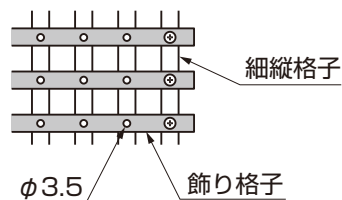

図16-3
- ①吊引戸に飾り格子をあてがい、下穴にあわせて細縦格子にφ3.5の穴をあけてください。
- ②飾り格子を【6-1】で細縦格子に仮固定してください。
- ③飾り格子と細縦格子を貫通するようにφ3.5の下穴をあけてください。(図16-3参照)
- ④飾り格子を【6-1】で細縦格子に取付けてください。